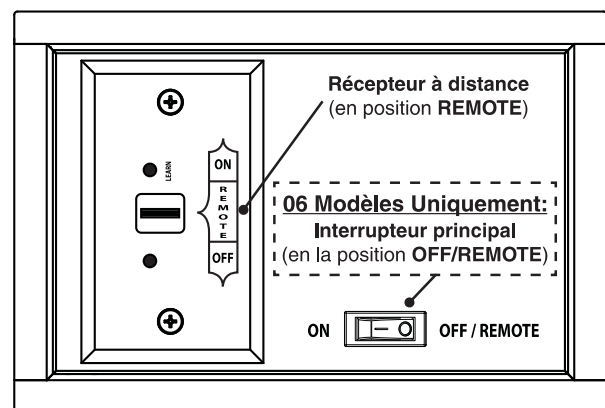

Fig. 36-1 Contrôle détail du panneau
1. **06 MODÈLES UNIQUEMENT:** Vérifiez que l'interrupteur principal est en position **OFF/REMOTE** (éteindre/éloigné) (voir Fig. 36-1).
2. Repérez l'interrupteur à 3 positions sur le récepteur de télécommande (voir Fig. 36-1), Et faites glisser l'interrupteur à la position **REMOTE** (éloigné).